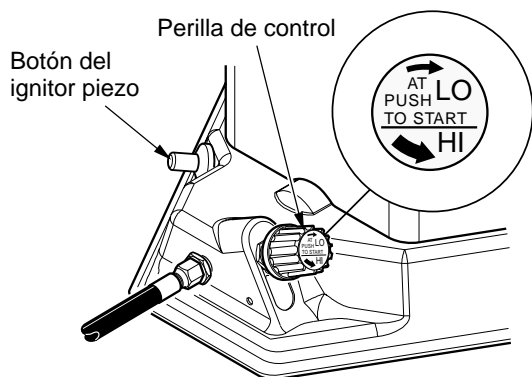

Figura 4. Ubicaciones de la perilla de control y del botón del ignitor piezo
4. Gire la perilla de control en el sentido de las manecillas del reloj a la posición más baja y presiónela (consulte la figura 4).
5. Con la perilla de control completamente oprimida, presione y suelte el botón del ignitor piezo (consulte la figura 4). Continúe presionando el botón del ignitor piezo hasta que se encienda el quemador. Mantenga presionada la perilla durante un máximo de 10 segundos mientras se intenta la ignición. Si el calentador no arde, suelte la perilla de control y espere 3 minutos antes de volver a intentar la ignición.